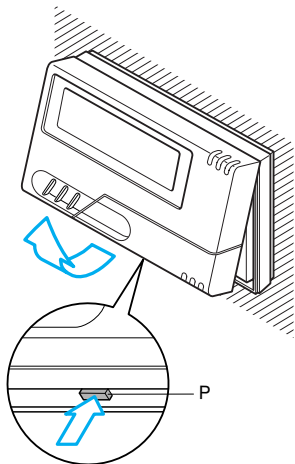

Fig. 66
18.1 - Aprire l'apparecchio premendo il pulsante P come indicato in fig. 66.